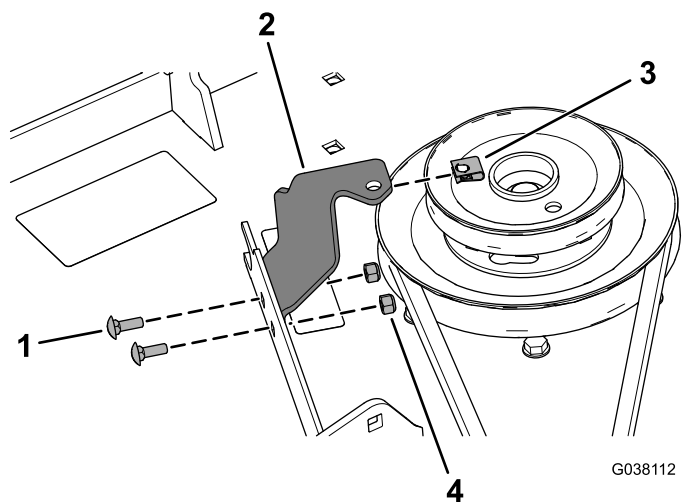

Figura 22
x 3/4") e 2 dadi di bloccaggio (1/4") come illustrato nella Figura 22.
13. Montate la piastrina per vite autofilettante sulla staffa del copricinghia (Figura 22).